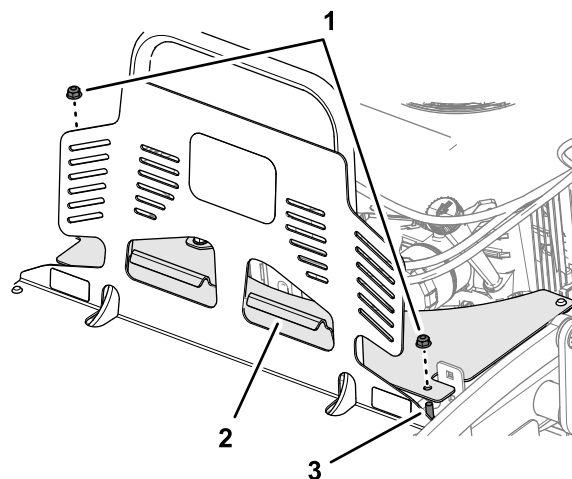

Bild 38
3. Richten Sie die 2 Schutzverlängerungen der Löcher über die 2 Schlosssschrauben und den Flansch der Verlängerung über die Öffnungen im Motorschutz (Bild 38) aus.